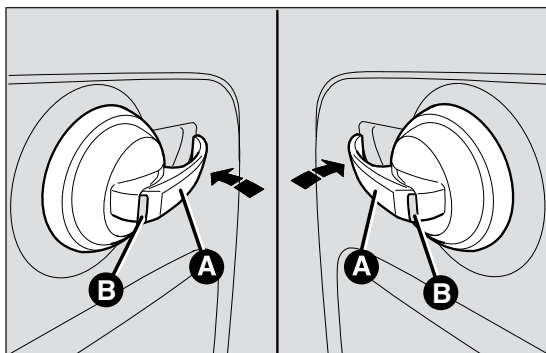

fig. 50
**Pour déverrouiller de l'intérieur** les serrures des portes et du hayon de coffre à bagages, tirer la poignée A fig. 50.
La bonne position du levier, portes verrouillées, est signalée par le symbole rouge B fig. 50, visible sur les poignées.